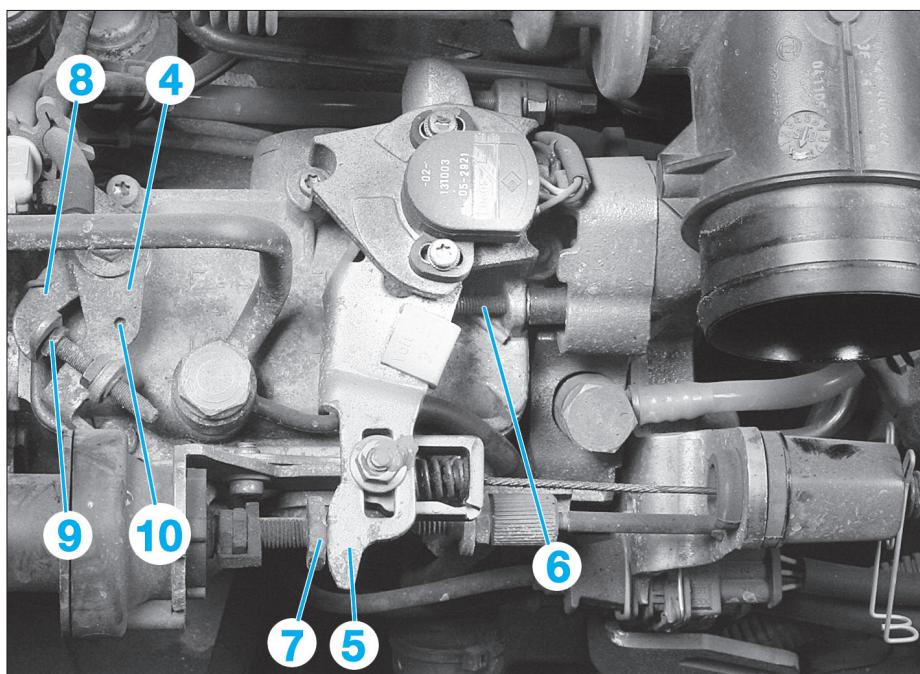

FIG. 28
- Vérifier que le levier (4) est en butée à droite (Fig.28).
- le levier (4) (Fig.28).
- Vérifier que le levier (5) est en appui sur la vis-butée (6) sinon modifier la position de l'épingle (Fig.28).
- Contrôler que le levier (5) est en appui sur la butée anticalage (7), en position de ralenti.
- Placer une cale de 3 mm entre le levier de charge (5) et la butée anticalage (7) (Fig.28).
- Pousser le levier de stop (8).
- Déplacer le levier de charge (5) pour obtenir un régime moteur de 3 000 tr/min (Fig.28).
- Lâcher le levier de charge (5).